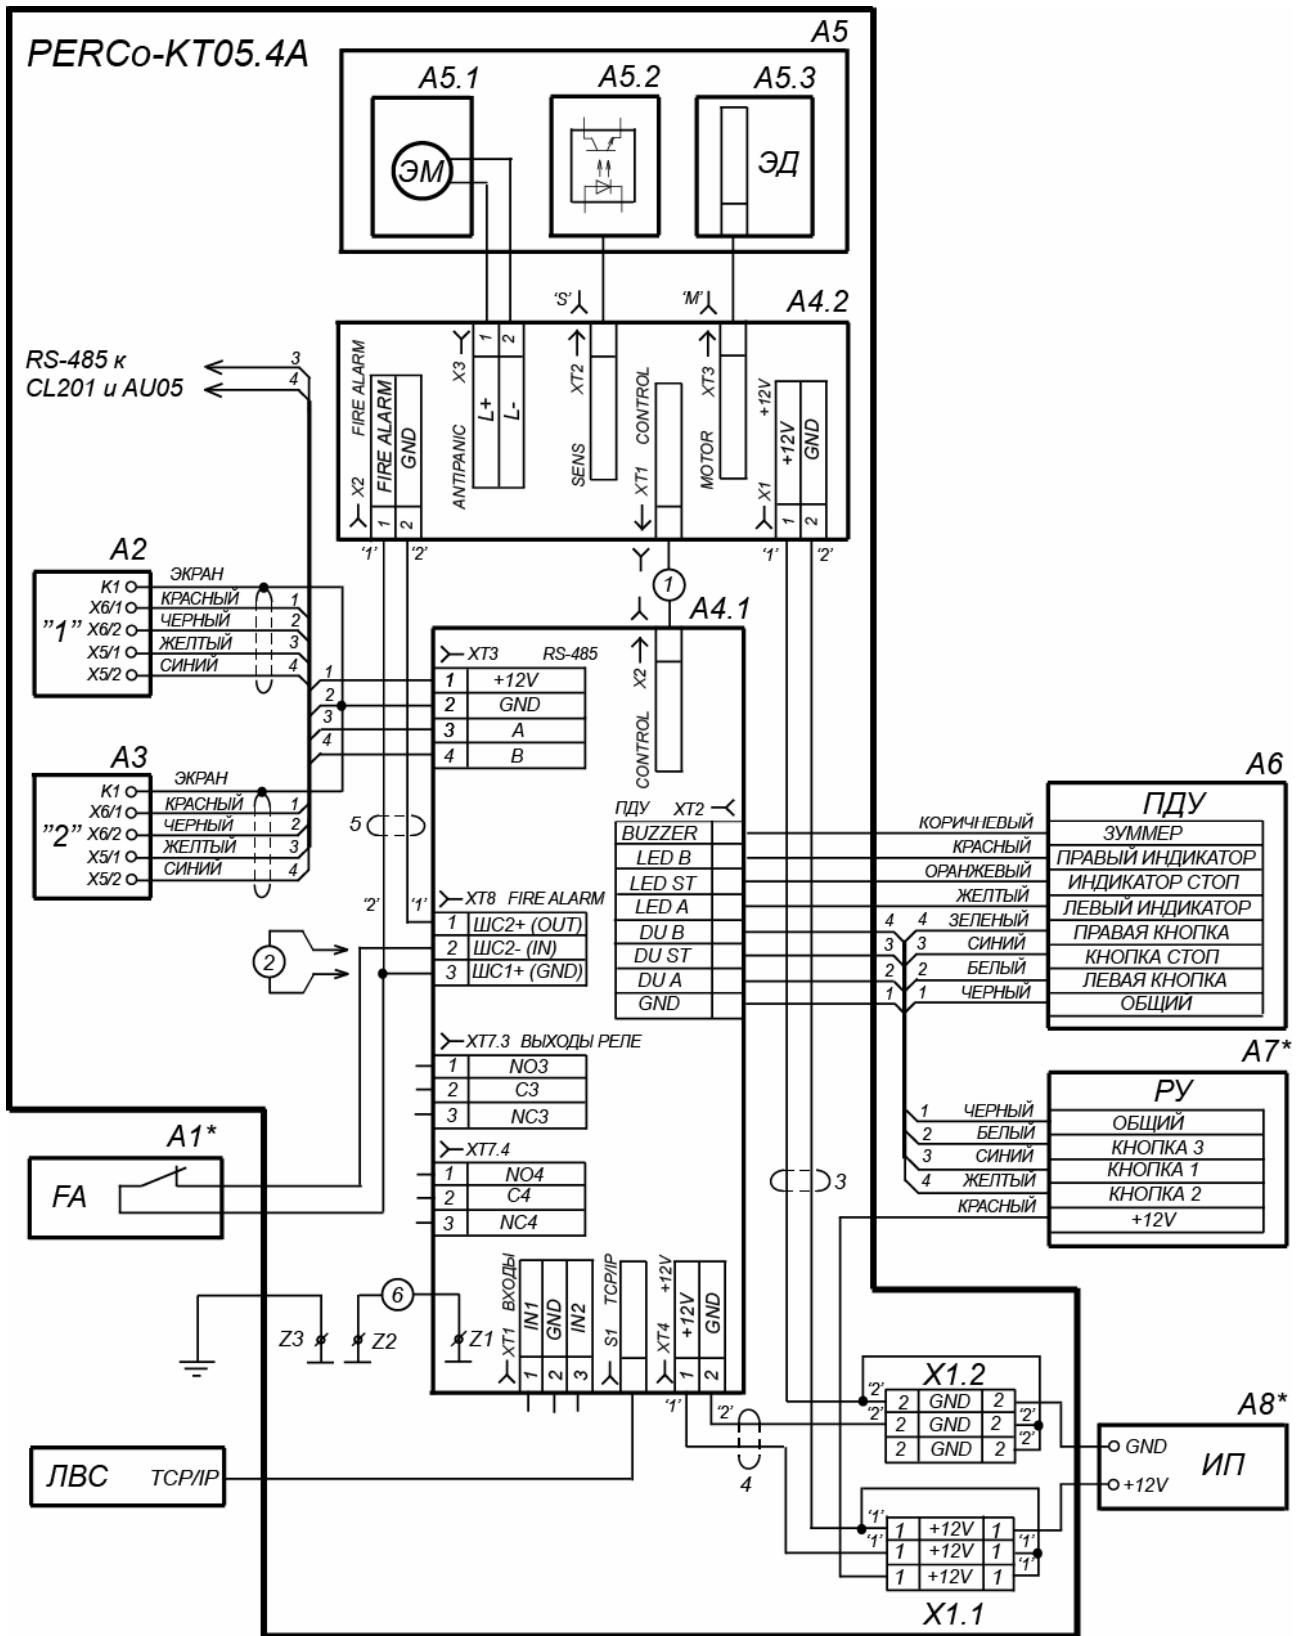

Рисунок 12. Схема подключения ЭП и дополнительного оборудования⁹
Расположение клеммных колодок на плате контроллера ЭП показано на рисунке 5, назначение контактов клеммных колодок указано в табл. 1. Схема подключения приведена на рис. 12. Используемые при подключении типы кабелей указаны в табл. 5. При монтаже ЭП придерживайтесь следующей последовательности действий:
12. Произведите подключение кабеля питания (15) к клеммной колодке **X1** на кронштейне платы контроллера ЭП, кабеля ПДУ (14) – к клеммной колодке **XT2** согласно схеме, приведенной на рис. 12. Подключите при необходимости кабели от других устройств к соответствующим клеммным колодкам.
13. Выполните заземление стойки ЭП в соответствии с требованиями ПУЭ («Правила устройства электроустановок»). Контакт заземления **Z3** находится за боковой заглушкой (9) стойки. Для крепления кабеля заземления на контакте используйте гайку М4.
14. Подключите кабель *Ethernet* (16) к разъему **S1** на плате контроллера ЭП.
16. Установите на место крышку (3) и заглушки стойки в порядке, обратном снятию.